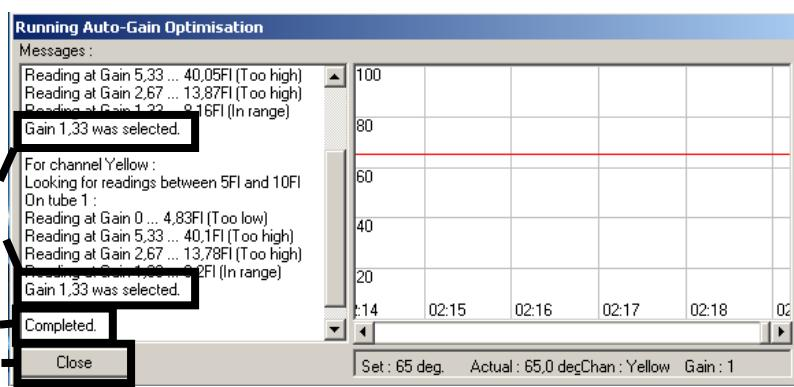

Figura 4. Otimização de ganho concluída Tenha em atenção os valores de ganho (neste caso, 1,33 para ambos os canais de fluorescência).
4. Abre-se uma nova janela "Running Auto-Gain Optimisation" (Executar otimização automática de ganho). Aguarde até que apareça "**Completed**" (Concluída) na janela (Figura 4). Tome nota dos valores de ganho selecionados para ambos os canais e clique em "**Close**" (Fechar) (Figura 4).